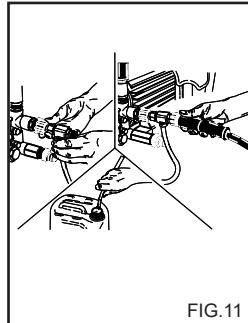

FIG.11
**PUHDISTUSNESTEEN IMU-SARJAN ASENNUS (Fig. 11). (valinnainen lisävaruste).**